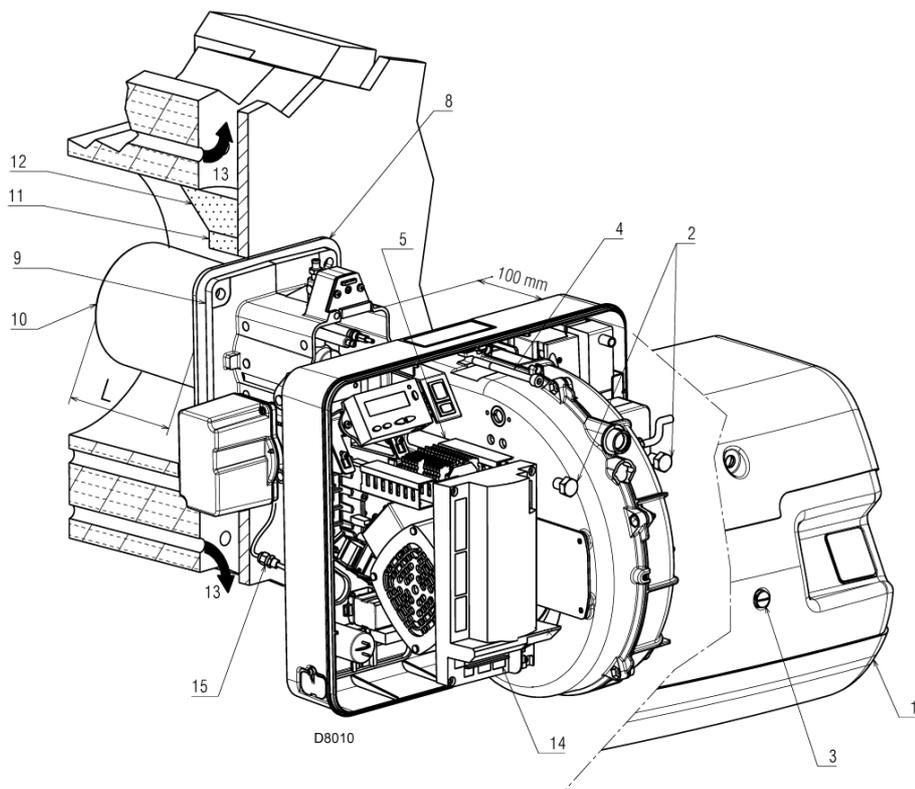

Рис. 12
Данная защитная прокладка не должна препятствовать выниманию головки. Смотри рисунок 12.
После этого снимите голову горелки (рисунок 12) следующим образом:
- ослабьте винт (3) и снимите кожух (1);
- снимите винты (2) с направляющих (5);
- выньте штекер (14), отвинтите кабельный сальник (15);
- снимите винт (4);
- сдвиньте горелку назад вдоль направляющих (5) на расстояние приблизительно 100 мм;
Закрепите фланец (9) (рисунок 12) на фланце котла, установив изолирующий экран (8) (рисунок 12), который входит в комплект поставки.
- установите горелку обратно на направляющие (3) и придвиньте её на расстояние приблизительно 100 мм от соединительной муфты (4) – горелка должна находиться в таком положении, как показано на рисунке 12.
- Вставьте штекер сервомотора (14) (рисунок 12) и завинтите кабельный сальник (15) (рисунок 12).
- Вставьте винты (2) обратно в направляющие (3).
- Закрепите горелку на соединительной муфте с помощью винта (1).